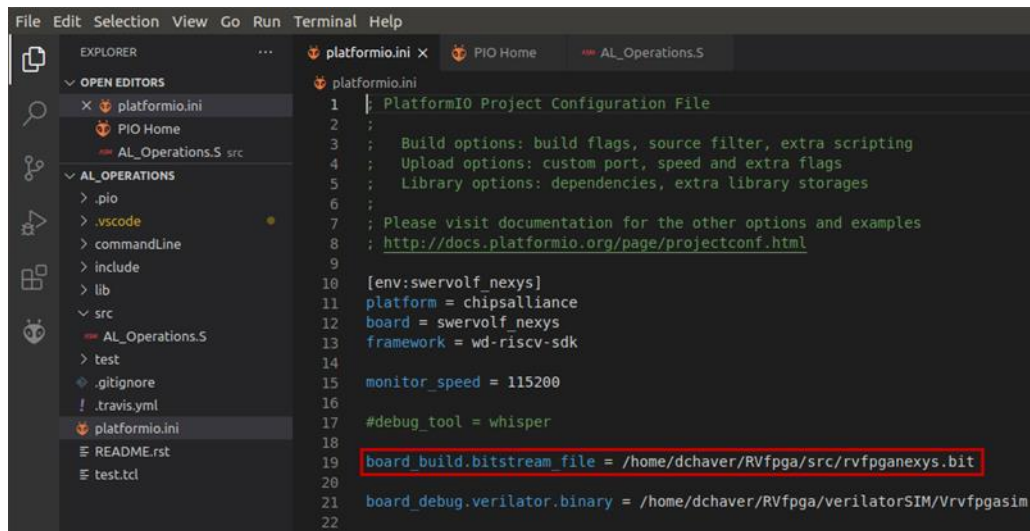

Figura 35. Archivo de inicialización de Platformio: platformio.ini
- f. Abra el archivo *platformio.ini*, haciendo clic en *platformio.ini* en la barra lateral izquierda (véase la Figura 35). Establezca la ruta del archivo bitstream de RVfpgaNexys en su sistema editando la línea que se muestra a continuación (y en la Figura 35). Tenga en cuenta que se proporciona un archivo bitstream presintetizado de RVfpgaNexys en la carpeta de RVfpga en *[RVfpgaPath]/RVfpga/src/rvfpganexys.bit*.